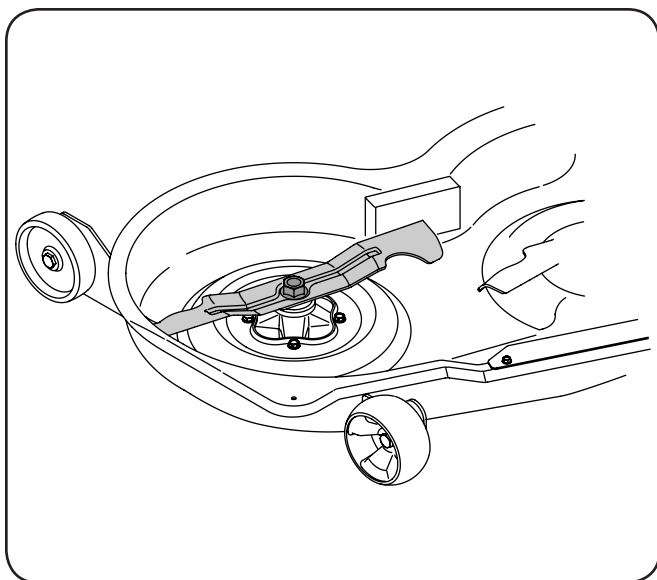

Figura 7-6
- Coloque un bloque de madera entre el deflector del alojamiento central de la plataforma y la cuchilla de corte, para que actúe como estabilizador. Vea la Figura 7-6.
- Extraiga la tuerca de brida hexagonal que asegura la cuchilla al montaje del husillo. Vea la Figura 7-6.